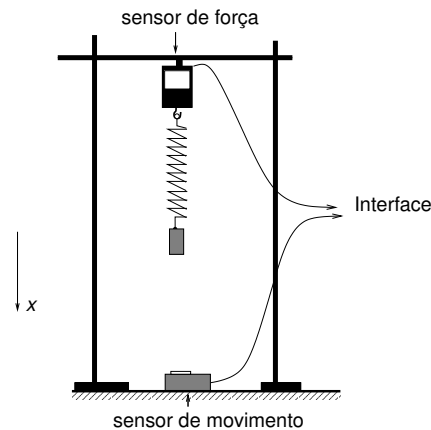

Figura 15: Montagem que permite medir, simultaneamente, a força e o deslocamento da massa suspensa.
em que  $x = l - l_0$  é a variação de comprimento da mola, relativamente ao valor sem carga e  $F_x$  o valor da componente da força na direcção  $Ox$  (ver figura 15).
2. Usando a montagem da figura 15, configurar o LoggerPro para representar, em função do tempo, o deslocamento da massa, da força registada no sensor, e, ainda, o valor da força em função do deslocamento. Notar que o sensor de movimento pode ser configurado para indicar o deslocamento relativamente a uma posição de referência, como por exemplo, a configuração de equilíbrio (ver [1]).